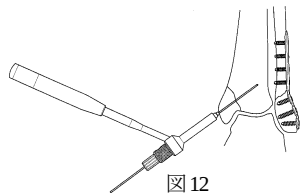
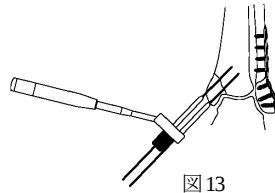
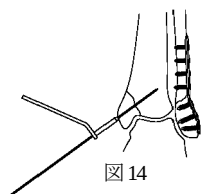

図 12
図 13
図 14
- 2) 経皮的挿入器(図 12)、パラレルガイド(図 13) 又は 1.3 ガイドピン用ガイド(S)(図 14)を用いて、1.3 ガイドピンを適位深さまで刺入します。